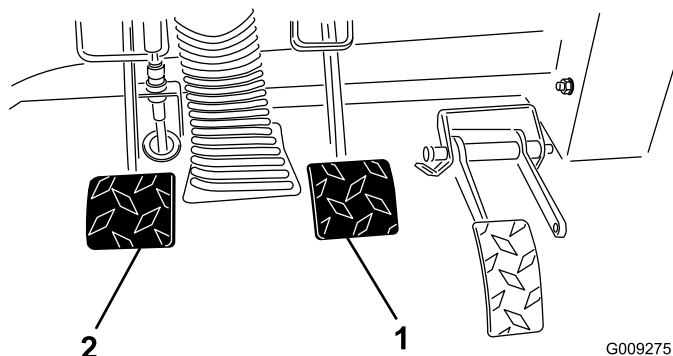

Figura 65
2. Sollevate il pedale del freno (Figura 65) fino a quando non viene a contatto con il telaio.